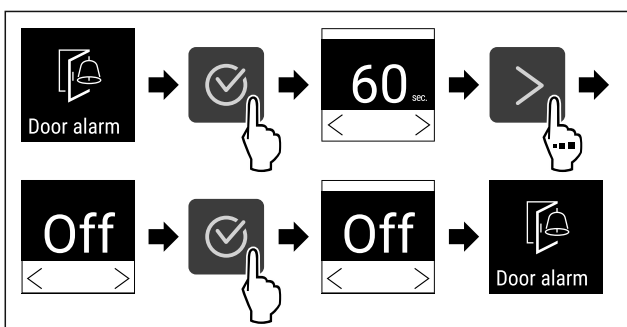

Fig. 107
- ▶ Efectuați pașii de acțiune (vezi Fig. 107) .